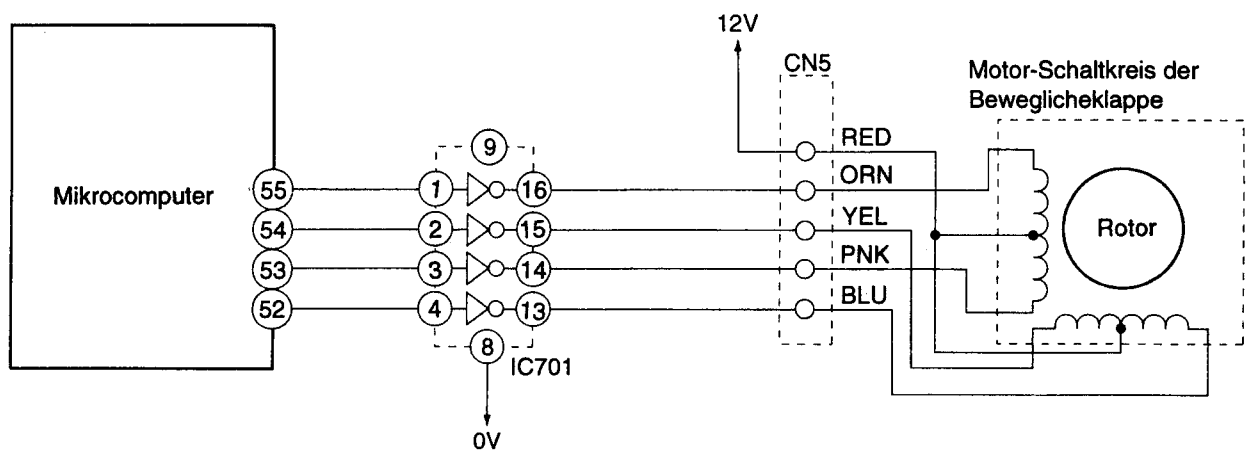

Abb. 5-1 Motor-Schaltkreis der Beweglicheklappe
- Der Motor-Schaltkreis der Beweglicheklappe ist in Abb. 5-1 dargestellt, und die Stifte 52 - 55 des Mikrocomputers geben die in Abb. 5-2 dargestellten Signale aus.